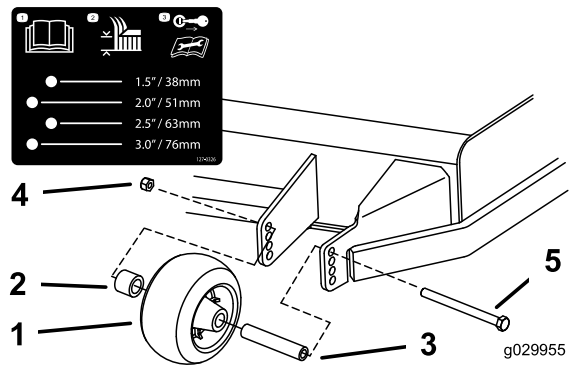

Figura 23
3. Ajuste los rodillos protectores del césped como se muestra en Figura 23.